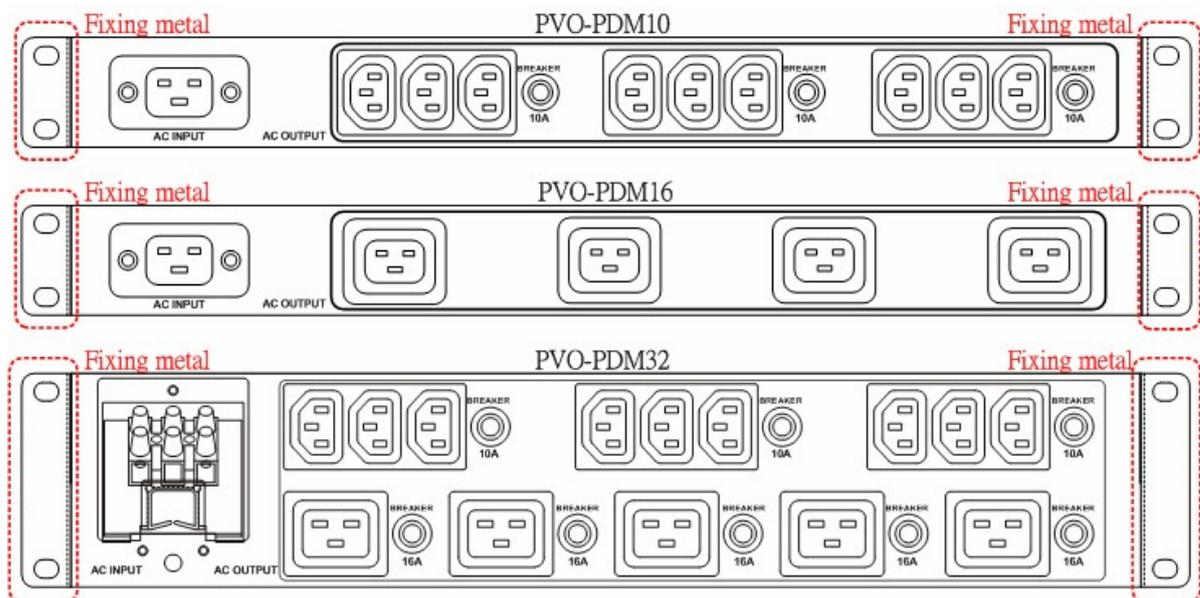

Abbildung 2: Befestigungssatz der ESB und ihre Installation
5. Bringen Sie das Befestigungskit wie in Abbildung 2 gezeigt an der USV an.
6. Bringen Sie das Befestigungskit wie in Abbildung 2 gezeigt am Gestell des Racks an.